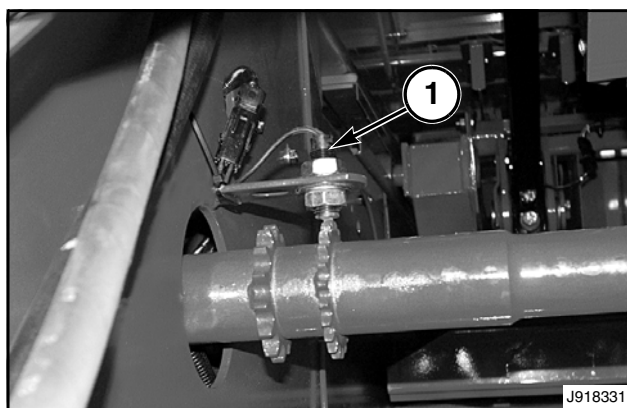

FIG. 13
FIG. 13: Ballepresserens timingsensor (1) aktiveres af et kædehjul på hjælpedrivakslen til højre for gearkassen. Hvis forholdet mellem presserens timingsensor og fødercyklusen ikke er korrekt, vil en alarm varsko operatøren. Presserens timingsensor og kredsløb skal arbejde korrekt for at opnå akkurate trykaflæsninger og monitorering af andre presserfunktioner.